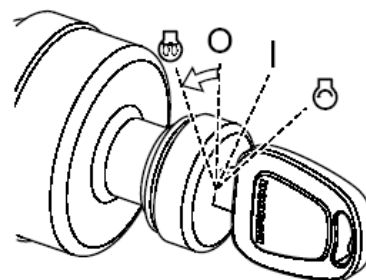

Рис. 8
4. Повернуть стартер в положение предварительного прогрева "⚠" (PREHEATING), (рис. 8). Когда цикл подогрева завершится, загорится индикатор завершения подогрева (1, рис. 9).